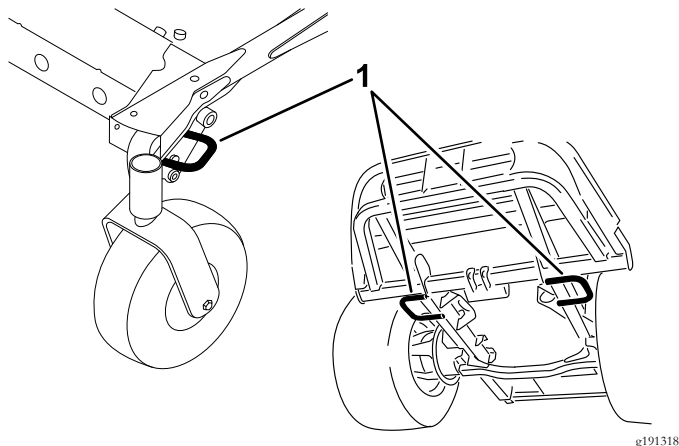

Figure 29
5. Servez-vous des points d'attache de la machine pour l'arrimer solidement sur la remorque ou le véhicule de transport au moyen de sangles, chaînes, câbles ou cordes (Figure 29).